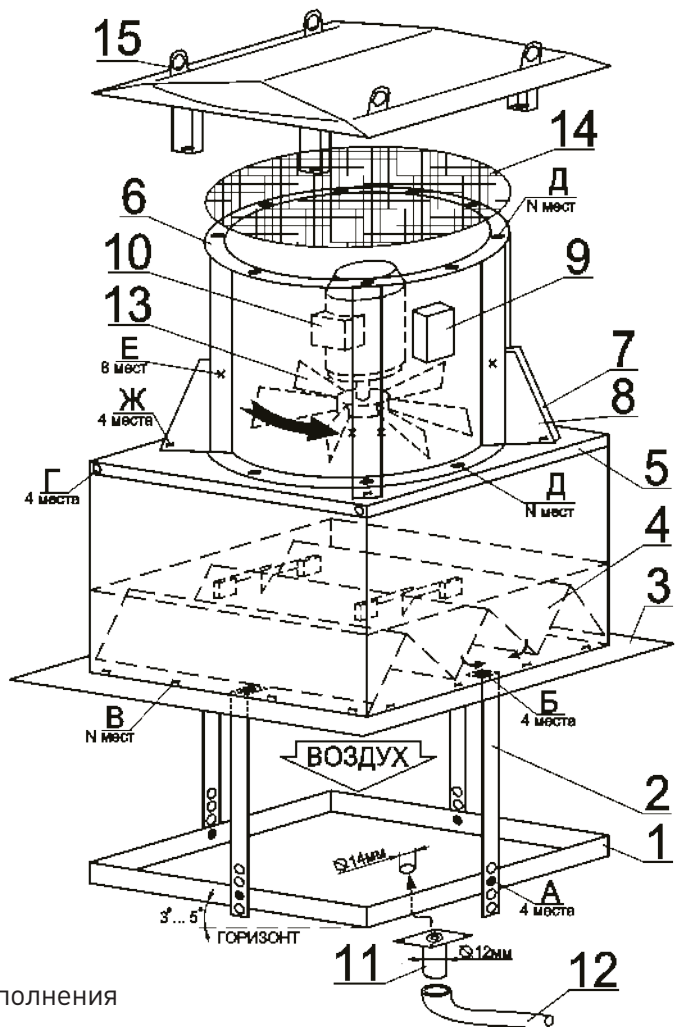

Рисунок 16. Схема монтажа вентилятора крышного исполнения
Клапан крепится непосредственно к стакану монтажному до его установки на кровлю здания (см. рисунок 16).
Клапан крепится на штатные «глухие бонки» во фланце стакана (поз. В, рис. 16).
Верхние концы подвесов поддона (поз.2) крепится на штатные «глухие бонки» во фланце стакана (поз. Б, рис. 16).
Нижние концы подвесов поддона (поз.2) крепятся на штатные отверстия в бортах поддона (поз. А рис. 16).
Поддон рекомендуется устанавливать с небольшим наклоном в удобную сторону слива (см. рисунок 16) для чего в планках подвеса (поз.2) сделан ряд отверстий для регулировки его крепления по высоте.
Для установки на поддон сливного патрубка (поз.11) для отвода конденсата необходимо в месте его размещения на дне поддона просверлить отверстие $\varnothing 14$ мм (см. рисунок 16). Крепление патрубка осуществляется прилагаемыми саморезами снизу (уплотнительной прокладкой к поддону). Дополнительной герметизации патрубка не требуется.
Вентилятор монтируется на стакан посредством установки через опорную плиту (поз.5, рис.16). Порядок монтажа:
1. Опорная плита крепится к вентилятору по его нижнему фланцу (поз. Д, рис.16).
2. Для вентиляторов типоразмеров 63 и выше в комплект плиты опорной дополнительно входят уголки усиления (рис.16, поз.7 и 8), крепление которых производится после установки вентилятора на плиту.
• крепление уголков к опорной поите производится в местах Ж (рис.16).
Левый уголок (рис.16, поз.7) устанавливается первым, правый (рис.16, поз.8) устанавливается на него сверху.
- крепление уголков к ребрам корпуса вентилятора производится в местах Е (рис.16).
3. Опорная плита, вместе с вентилятором, устанавливается и закрепляется на стакане на штатные «бонки» во фланце стакана (поз. Г, рис.16).
Адаптер крепится непосредственно к стакану монтажному (допускается производить монтаж клапана как до, так и после установки стакана на кровлю здания (см. рисунок 16). Обратный клапан при этом устанавливать не требуется.
Адаптер крепится на штатные «глухие бонки» во фланце стакана (поз. В, рис.16).
Противопожарный клапан крепится к отверстиям (поз. А, рис.16) индивидуальным крепежом. Диаметр отверстий А в адаптере - 11мм.